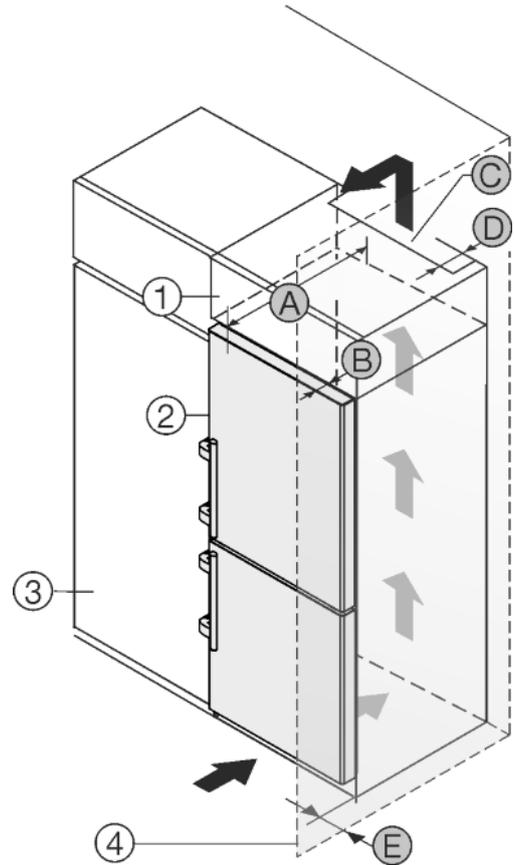

Fig. 47
Пристрій можна комбінувати з кухонними шафами. Для того, щоб пристрій *Fig. 47 (2)* вирівняти по висоті кухонної секції, на пристрій можна встановити антресольну секцію *Fig. 47 (1)*.
Пристрій можна встановлювати безпосередньо поряд з кухонною шафою *Fig. 47 (3)*. Для повного відкриття дверей пристрій повинен виступати на глибину *Fig. 47 (B)* відносно передньої панелі кухонної шафи. Залежно від глибини кухонних шаф та використання пристінних розпірок пристрій можна встановити так, щоб він виступав вперед.
- Задня сторона антресольної шафи повинна мати вентиляційний канал глибиною Fig. 47 (D) вздовж всієї ширини шафи.
- Під стелею приміщення слід дотримуватися поперечного перерізу вентиляційного відведення повітря Fig. 47 (C).
Якщо пристрій з шарнірами встановлюється поряд зі стінкою Fig. 47 (4), то між пристроєм та стінкою слід додержуватися відстані Fig. 47 (E). Це відповідає виступу ручки при відкритих дверцятах.